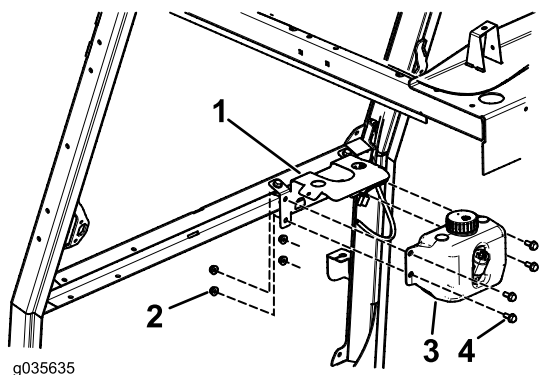

Figura 7
2. Montate il serbatoio sulla staffa con 4 bulloni (5/16 x 3/4 poll.) e 4 dadi flangiati (5/16 poll.) come illustrato nella Figura 7.